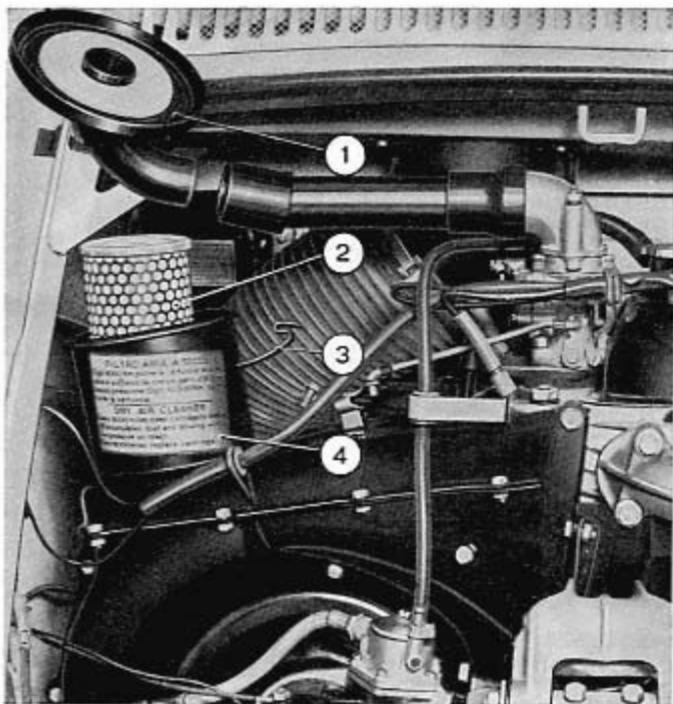

Fig. 448 - Démontage du filtre à air.
Pour démonter le filtre, il faut décrocher les deux agrafes de retenue (3, fig. 448) et sortir le tube (1) avec couvercle de la durite.